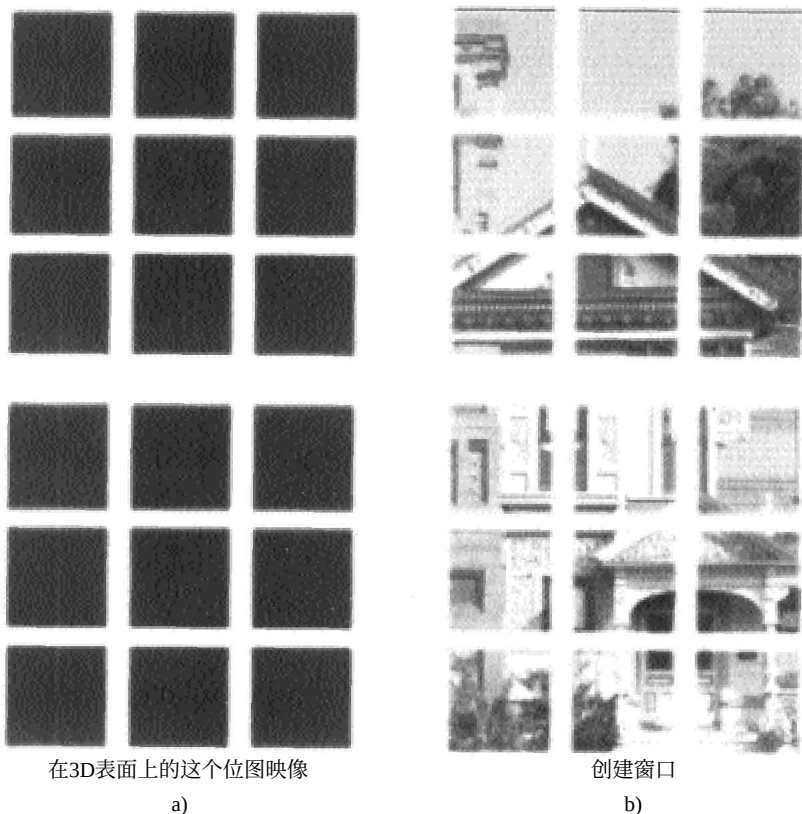

图 7-54
- Opacity Maps (不透明贴图)。不透明贴图是通过 Transparency 材质属性来定义的, 它控制表面的透明程度 (反过来说即不透明程度)。在不透明贴图中, 纯白色区域是完全不透明的, 而纯黑色则是完全透明的。来自灰度阴影的透明程度与灰度的相对明暗程度成正比, 而颜色的透明度则取决于颜色的暗淡值。如图 7-54 所示, 不透明贴图可以方便地通过表面生成孔和窗户等。